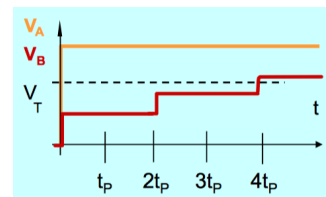

Figura 9: Attr. Multi-plo
- **BASSA Corrente**, con R_O alta, la soglia viene attraversata dopo riflessioni multiple (vedi figura 9) con un funzionamento lento.